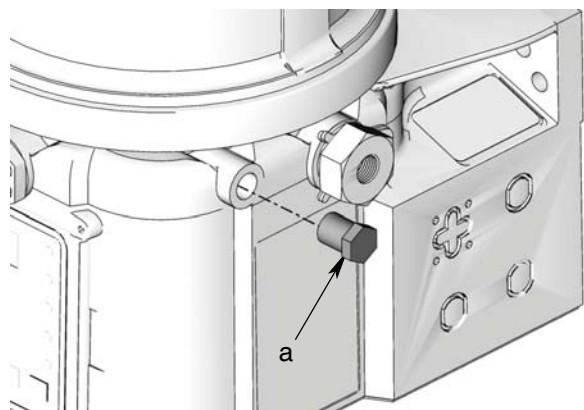

FIG. 2
3. Use una llave para aflojar el tapón (a) de la ubicación de retorno. Retire el tapón del puerto (FIG. 2).